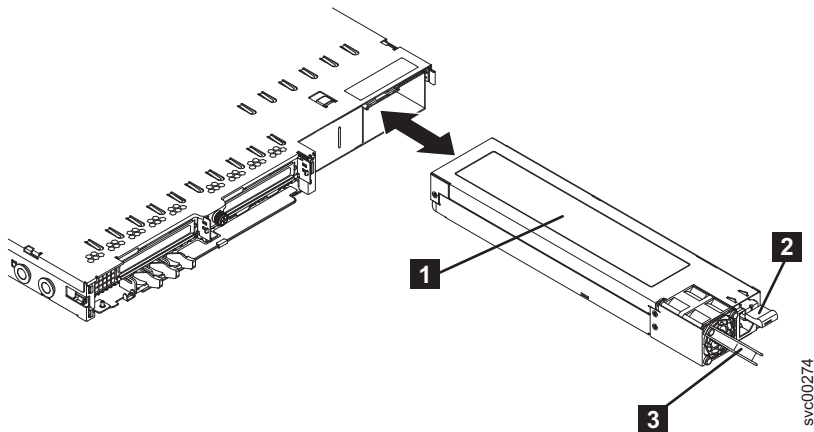

図 153. SAN ボリューム・コントローラー 2145-8G4 電源機構
3. オレンジ色の解放タブ **2** (184 ページの図 153 を参照) を押し下げたまま、ノードから電源機構を引き出します。